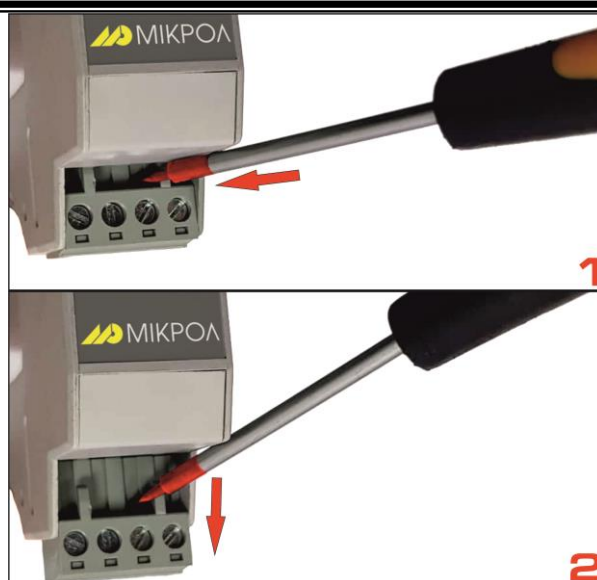
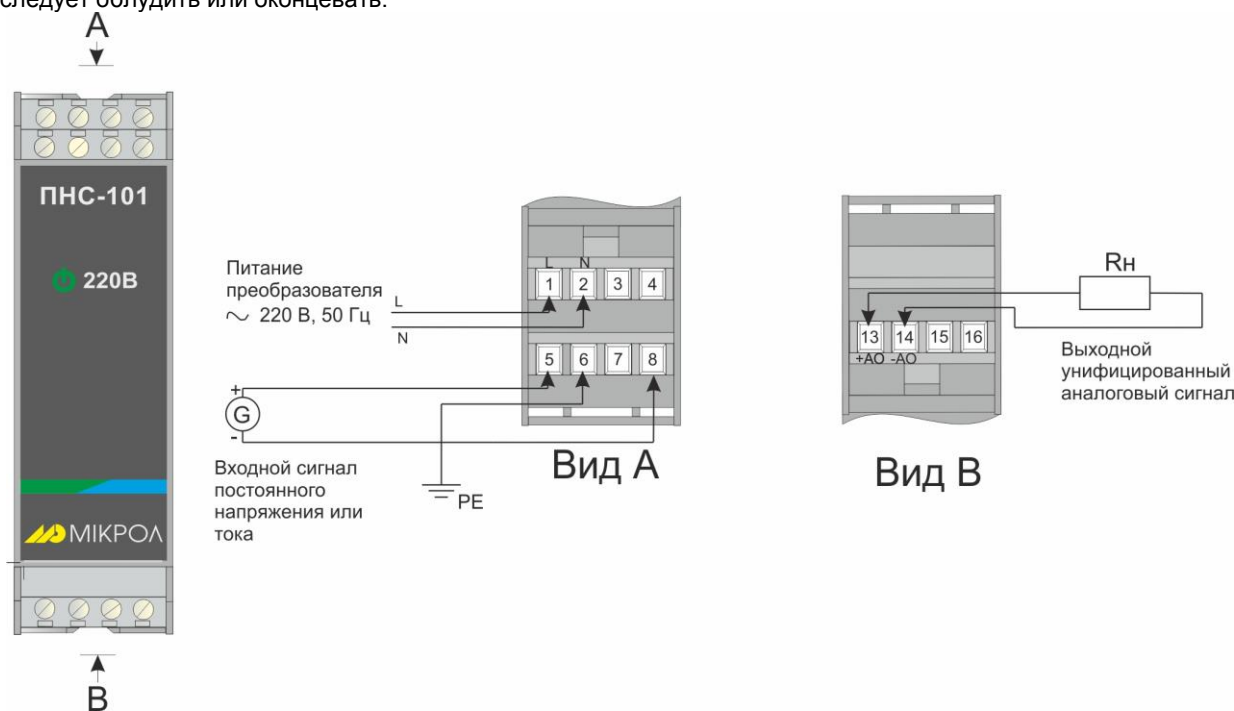

Рисунок 3.3 – Схема извлечения разъема-клеммы с помощью плоской отвертки
Рисунок 3.4 - Схема электрическая подключений преобразователя ПНС-101
3.2.5 Выполните внешние подключения к блоку согласно рис. 3.4. Подключение осуществляется с помощью соединения под винт. Также, для удобства, разъем-клемму можно вынуть с помощью плоской отвертки (см. рисунок 3.3)